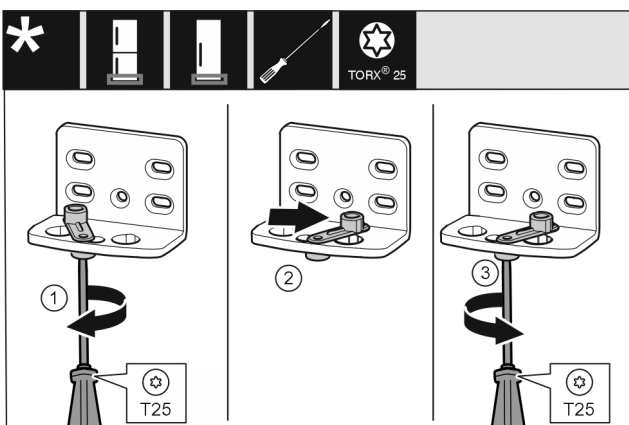

Fig. 14
- ▶ Schroef met de schroevendraaier T25 losdraaien. Fig. 14 (1)
- ▶ Deursluthulp optillen en 90° naar rechts in de opening draaien. Fig. 14 (2)
- ▶ Schroef met schroevendraaier T25 vastschroeven. Fig. 14 (3)